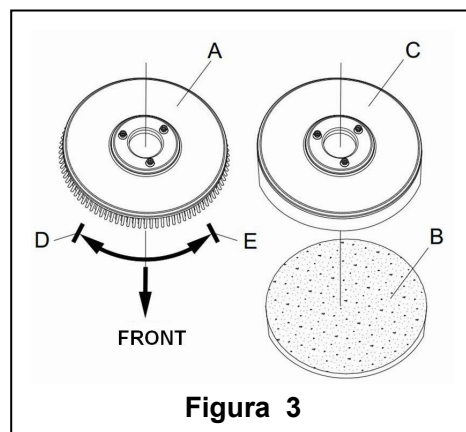

Figura 3
A seconda del tipo di pavimento da pulire, sull'apparecchio si può installare spazzola (Figura 3, A), o cuscinetto (Figura 3, B e C).
1. (Applicabile solo a **AS430C** e **AS510C**): assicurarsi che il cavo di alimentazione (9) sia staccato dalla presa di alimentazione power supply e che l'interruttore (38) sia in posizione di (O) spento.
2. Premere in basso il manubrio (2) per alzare il serbatoio (26).
3. Mettere spazzola (A) o cuscinetto (B – C) in sede .
4. Usare il manubrio (2) per abbassare il serbatoio (26) a contatto con spazzola o cuscinetto.
5. Per installare spazzola/cuscinetto automaticamente, mettere l'interruttore (38) in posizione "I" e premere l'interruttore di sicurezza (1). Spingere gentilmente in avanti l'apparecchio per permettere alla ruota di trasporto sul fondo del serbatoio di allinearsi con spazzola o cuscinetto che possono così essere installati. Quindi rilasciare l'interruttore di sicurezza. Se occorre, ripetere la procedura fino all'installazione di spazzola/cuscinetto.
6. Se il Passo 5 risulta difficile, usare il metodo manuale seguendo la freccia (D) per installare spazzola / cuscinetto (come mostrato nella **Figura 3**).
7. Per disinstallare automaticamente spazzola/cuscinetto, mettere l'interruttore (38) in posizione "O". Reggere il manubrio, e premere l'apparecchio verso il basso finché la ruota di guida tocca il pavimento e spazzola/cuscinetto siano sospesi in aria. Mettere l'interruttore (38) in posizione "I" e premere l'interruttore di sicurezza per far sì che spazzola o cuscinetto ruotino fino a che spazzola e cuscinetto non cadono al suolo.
8. Se il Passo 7 risulta difficile, usare il metodo manuale, ruotando spazzola/cuscinetto in direzione opposta a quella della normale rotazione così che si stacchi (come mostrato nella **Figura 3**)